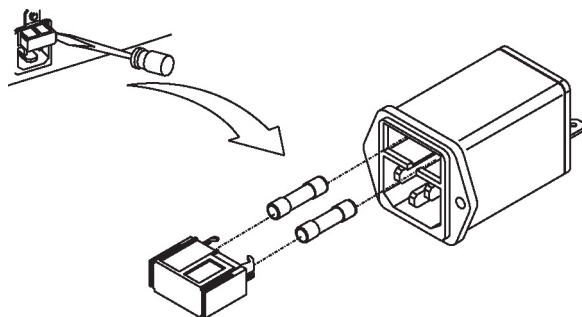

Рис.6-10. Снятие предохранителей
2. При помощи маленькой плоской отвертки сожмите язычки на отсеке для предохранителей, чтобы ослабить его; затем вытащите отсек из модуля переменного тока. См. рис. 6-10.